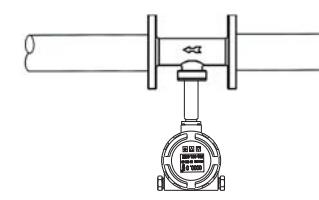

图14
b). 水平管道且介质温度高于180°C时，建议选择分体式流量计或采用倒立安装，即流量计的表头不能在管道上方，过高的温度会损坏信号转换器。正确安装方式如图14。